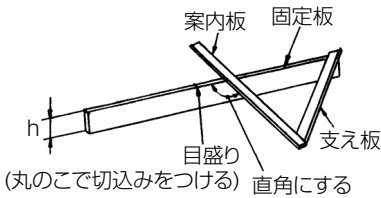

図 17
板材で図 17 のような定規を作ってご使用になりますと、長尺物の切断や、胴付き加工などに安定した作業ができます。
1. 作り方…………… 図 17 参照